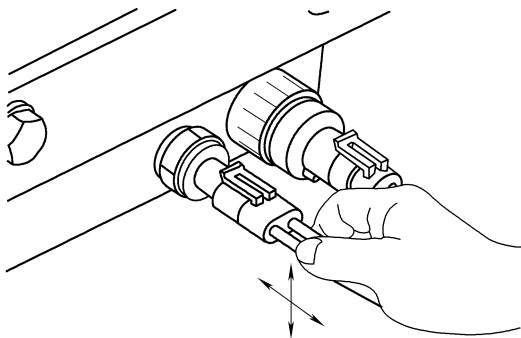

图 4-24 轻微扭转、弯曲、拉拽
(3) 线束晃动测试
① 检查线束和 ECM, 轻微扭转、弯曲、拉拽连接线束, 如图 4-24 所示。
② 用服务软件检查故障码是否起作用或非现行计次增加, 或者信号、电源波动。
③ 如果故障码起作用、非现行计次增加或者开关的状态发生变化,表示某处的连接松动或导线损坏。检查存在故障的插头触针,如有必要,进行维修或更换。
④ 起动发动机,连接服务软件,在诊断菜单下启用数据监测/记录(Data Monitor/Logger)特性,通过双击该选项,从参数表中选择需要进行监测的 Oil Pressure Sensor Signal(机油压力传感器信号)。